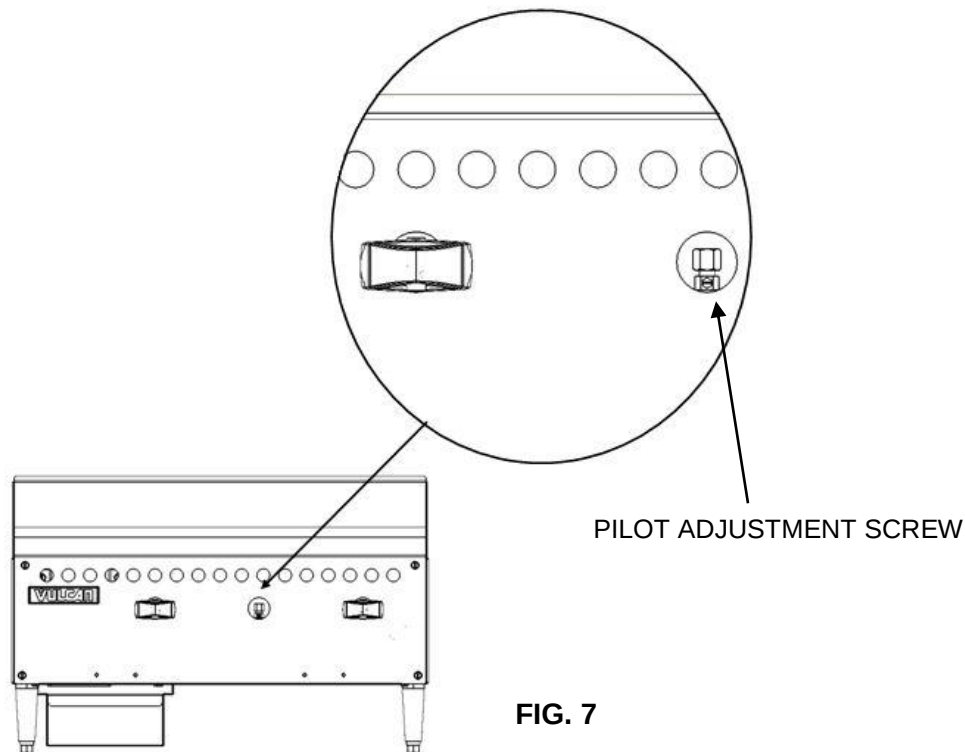

FIG. 7
3. While viewing through the pilot sight hole, you will have to reach under the front of the unit and through the pilot cutout to ignite the pilots with an outside ignition source(such as a lit taper, etc.). It may be necessary to adjust the pilot valve to increase gas to the pilot. See Fig. 7 on page 11.
Using a flathead screwdriver, turn the slotted hex-head pilot adjustment screw clockwise to decrease the flame, and counterclockwise to increase the flame. See Fig. 7.
3. Tout en surveillant par le trou de regard de la veilleuse, vous devez atteindre le dessous à l'avant de l'appareil et la fente de la veilleuse pour l'allumer à l'aide d'une source d'inflammation extérieure (telle qu'une tige pour allumer les bougies, etc.). Il peut être nécessaire de régler la soupape de la veilleuse pour augmenter le gaz. Voir Fig. 7 à la page 11.